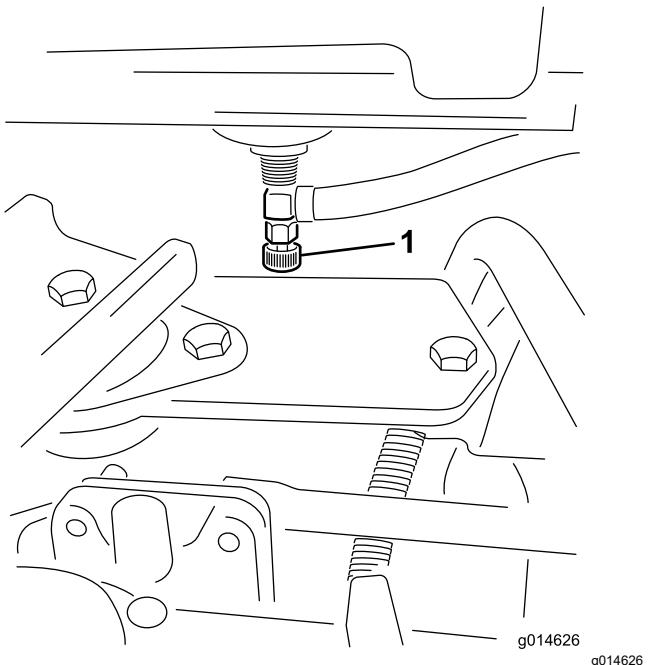

Figura 34
- Chiudete la valvola di intercettazione del carburante (Figura 34) sotto il serbatoio del carburante.